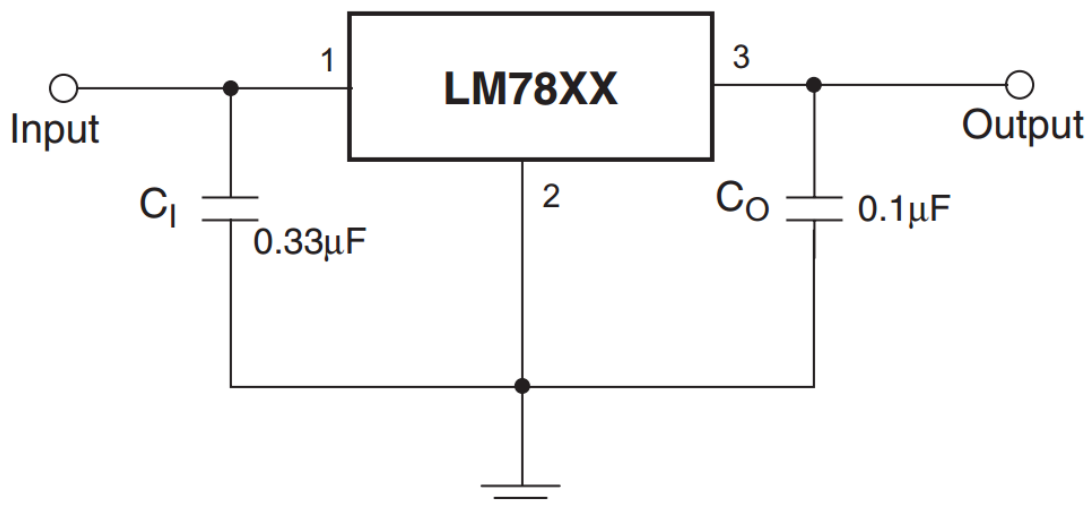

Рисунок 1. Типовое включение микросхемы L7805ACV (LM7805).
- Типовое включение микросхемы **L7805ACV (LM7805)** по спецификации производителя представлено на рис. 1. Сглаживающие фильтры  $C_I = 0,33 \text{ мкФ}$ ,  $C_O = 0,1 \text{ мкФ}$ .